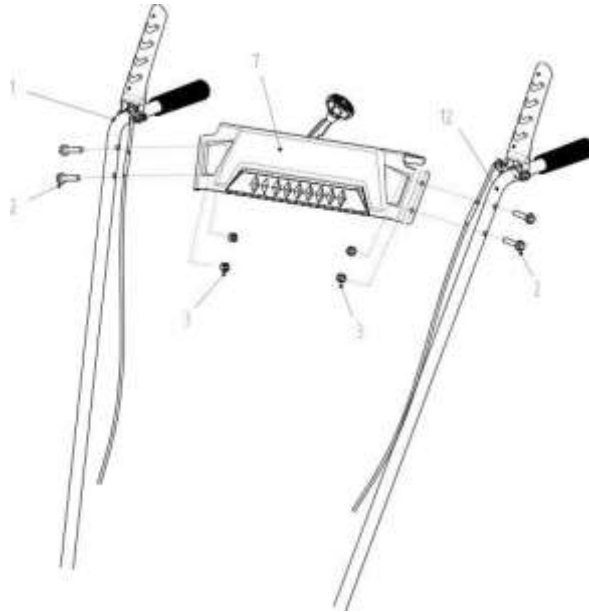

Bild 5
3.4 Panelmontering (nr 7): montera M8-35 bultar (nr 2) och M8 låsmuttrar på båda sidor av handtagen (nr 1 och 12) och dra åt dem ordentligt (se bild 5).